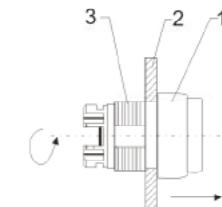

Рис. 6
3) В конце отвинтить крепежную гайку, что позволит вынуть приводной элемент из панели (рис. 6)